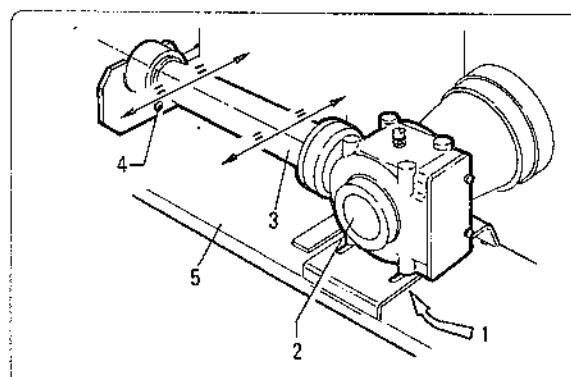

fig. 7.8.2
- 1 - allentare le viti "1" fig. 7.8.2 di fissaggio del moltiplicatore e la vite "4" di blocco della prolunga al telaio.